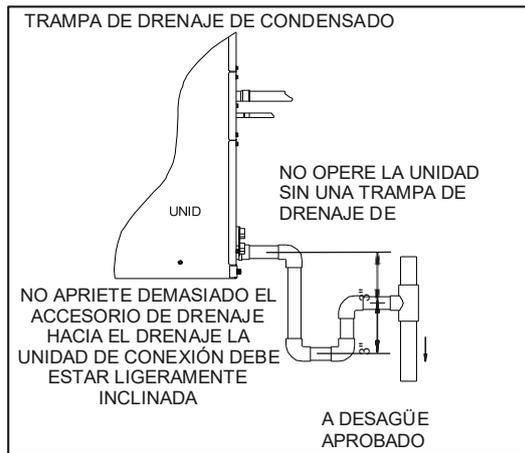

Fig.7-2 TRAMPA DE DRENAJE DE CONDENSADO
- Asegúrese de que la unidad esté nivelada o inclinada ligeramente hacia la conexión de drenaje principal para que el agua se drene completamente de la bandeja. (Ver Fig.7-2)
- Tome medidas para desconectar y limpiar la línea de drenaje primario en caso de que sea necesario. Instale una trampa de 3 pulgadas en la línea de drenaje primario lo más cerca posible de la unidad. Asegúrese de que la parte superior de la trampa esté por debajo de la conexión a la bandeja de drenaje para permitir el drenaje completo de la bandeja. (Ver Fig. 7-2).